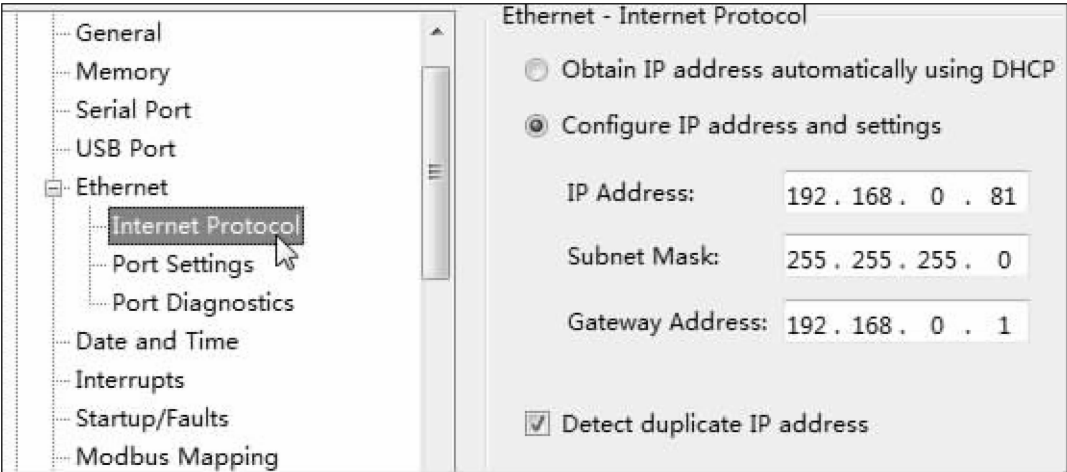

图 10-15 PLC 的 IP 地址设定
2) 设定 PLC 的 IP 地址时，先打开 CCW 软件，建立一个新工程。并在其组态界面下手动设定 PLC 的 IP 地址，如图 10-15 所示。对此工程进行保存、连接、编译，下载即可完成对 PLC 的 IP 地址的设定。